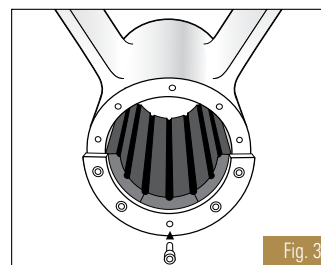

Fig. 3
4. Instale el mecanismo de compresión en la mitad inferior y ajuste ligeramente los pernos. (Fig. 3).